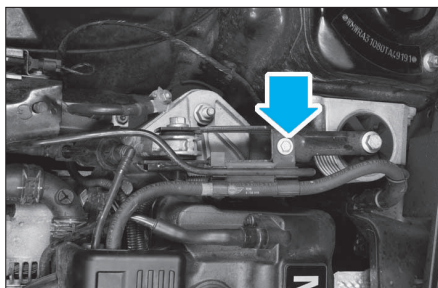

FIG. 2
- le tirant supérieur du support moteur droit (Fig.2).